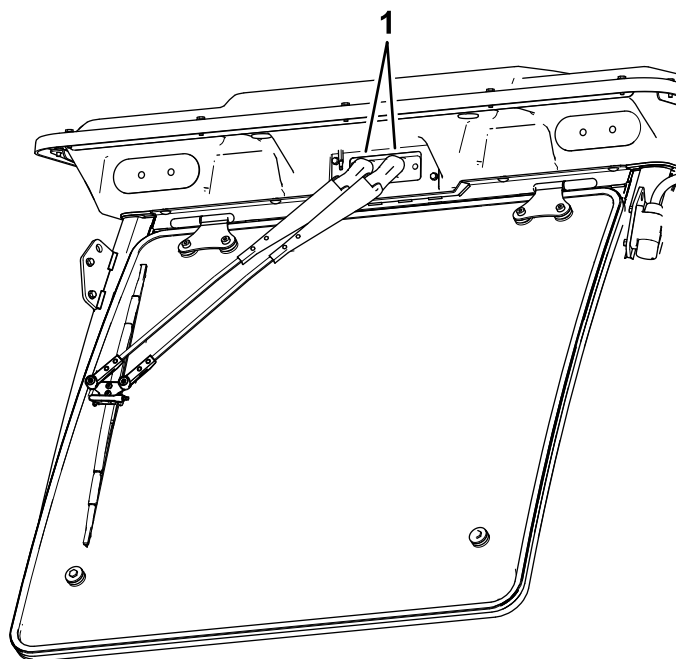

Bild 83
1. Öffnen Sie die Kappen an der Oberseite der Scheibenwischerarme (**Bild 83**).